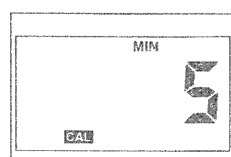

図 2-13
- －機器がMINモードになっている状態でCAL ONキーを押すと、現在のタイムアウト設定の秒数が表示されます（図2-13）。